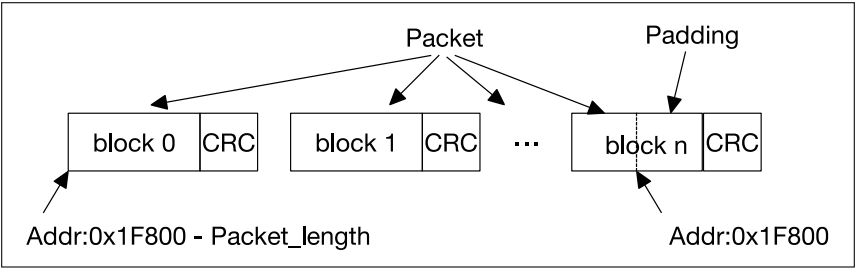

图 33-8. 主机向从机发送递增地址包的数据流
- 对于递增地址包，从机判断有效数据是由地址决定的，当数据地址大于等于 0x1F800 后会被判定为无效数据从而丢弃。因此，主机应将 CMD53 起始地址字段设为 0x1F800 - Packet_length (Packet_length 的单位是字节)。递增地址包在 SDIO 总线上的数据流如图 33-8 所示。